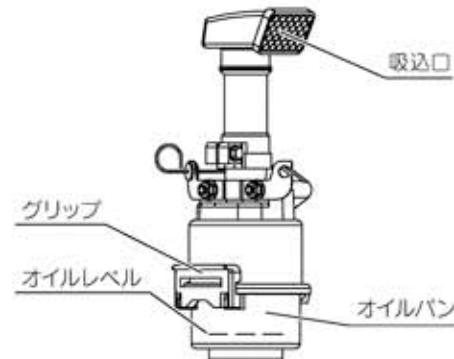

図36
- ① グリップを外し、オイルパン及びエレメントを取り外してください。(図36)
- ④ エアクリーナの吸込口をホコリの少ない方向(ハンドル側)に向けてください。(図36)